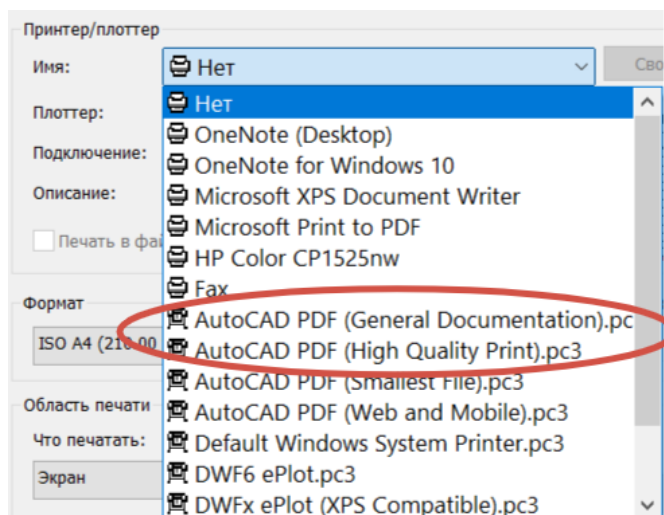

Рис. 131. Виртуальные принтеры, имеющие наибольшее количество форматов
1. Выбрать принтер/плоттер. В случае, когда нужно сохранить чертеж в формате .pdf, необходимо выбрать любой из виртуальных принтеров. Наиболее удобно использовать виртуальные принтеры, показанные на рис. 131, поскольку у них самый большой выбор форматов.